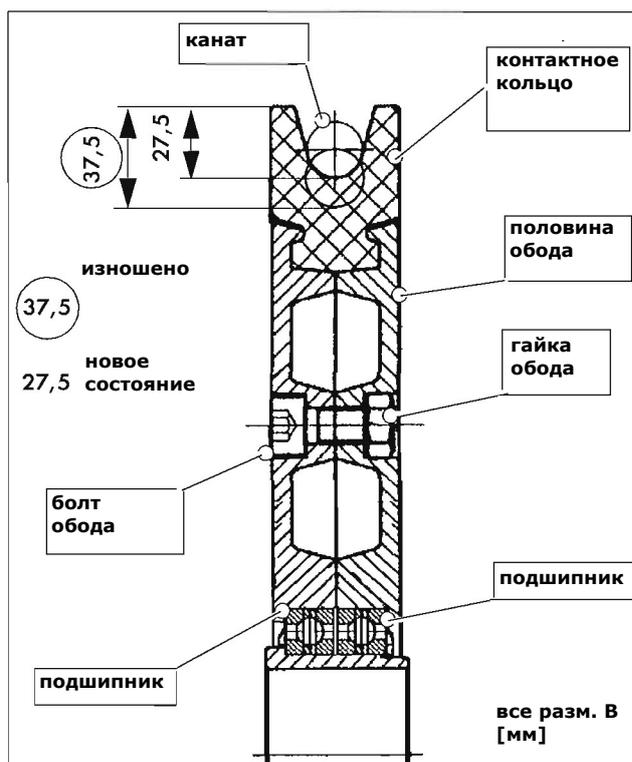

Рис. 8.6 Границы износа контактного кольца отводящего ролика (Ø 270 мм отводящий ролик в поперечном сечении)
2. Проверьте, достигло ли контактное кольцо отводящего ролика границ износа (Рис. 8.6)!
3. Открутите 8 болтов (гаек) из половинки обода ролика (Рис. 8.6)!
4. Отделите верхнюю (правую) от нижней (левой) половинки обода (Рис. 8.6)!
- Прикрутите друг к другу половинки обода болтам с гайками (Рис. 8.6)! Крест на крест равномерно затяните болты!
*В одной половинке обода имеется отверстие под гайку, защищающее от ее проворачивания и в другой половинке имеется цилиндрическое (круглое) отверстие под (круглую) головку болта с внутренним шестигранником (Рис. 8.6)!*
- Открутите 8 болтов (гаек) из соотв. половинок обода ролика (Рис. 8.6) и отделите верхнюю (правую) от нижней (левой) половинки обода!
- Закрепите половинки, закрутив обратно 8 болтов с гайками (Рис. 8.6)! Затяните винты равномерно, крест на крест!